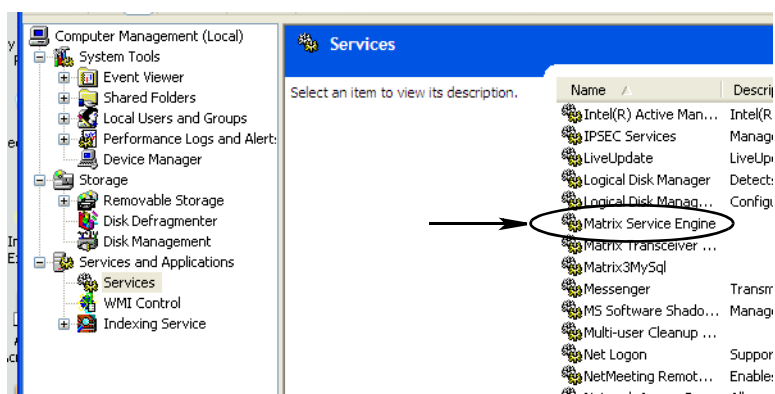

FIG. 56
d. Double-cliquez sur Moteur du Système de Matrix sur la liste des Services (FIG. 56).